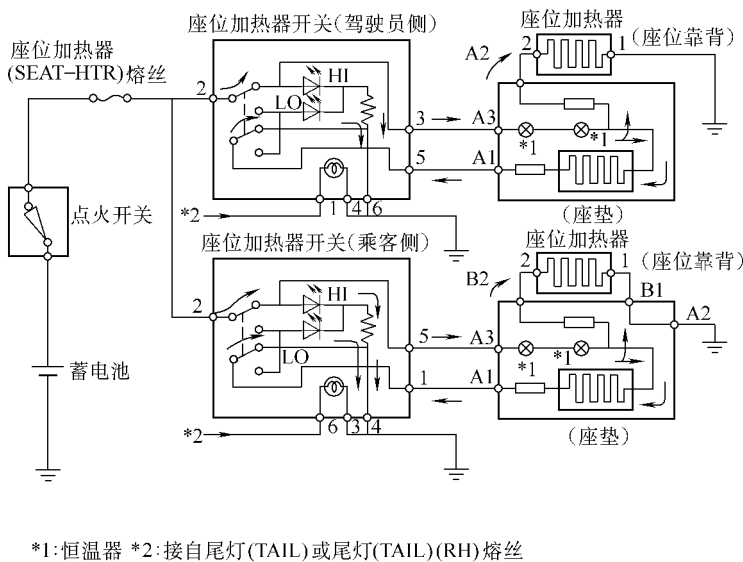

图 18-36 高位 (Hi) 作用图
(1) 高位 (Hi) 作用
如图 18-36 所示。将座位加热器开关设定到 Hi 位置时，电流通过座位加热器开关的端子 2 (2) 流向→座位加热器开关的端子 3 (5) →座垫侧的端子 A3 (A3) →座垫，在这里电流被分成关联的两路：一路电流通过座垫的端子 A2 (B2) 流向→座位靠背的端子 2 (2) →座位靠背的端子 1 (1) →座垫的端子 (B1) →端子 (A2) →接地。由此座位靠背被加热变暖和；同时，另一路电流也通过座垫的端子 A1 (A1) 流向→座位加热器开关的端子 5 (1) →座位加热器开关的端子 6 (4) →接地，由此座垫被加热变暖和。